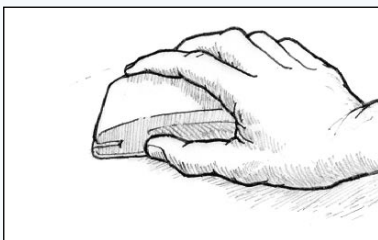

Abbildung 32 Schleifen Sie die Oberfläche glatt.
3. Schleifen Sie jetzt die Oberfläche glatt (Abbildung 32). Falls sich auf der Oberfläche Läufer oder Absackungen gebildet haben, schleifen Sie mit einem 80er Schleifpapier die größten Erhebungen ab. Wiederholen Sie den Schleifvorgang, bis sich die Oberfläche glatt anfühlt und ebenmäßig aussieht. Schleifen Sie dann mit Schleifpapier nach, das die entsprechende Körnung für den gewünschten Anstrich aufweist. Lesen Sie die Anweisungen des Lackherstellers. Beim Farbanstrich muss sich die Farbe mechanisch mit den auf der Epoxidharzoberfläche vorhandenen Schleifkratzern verklammern. Wenn Sie eine hochdichte oder füllende Grundierung auftragen, genügt meistens ein Schliff mit 80er bis 100er Papier. Für Grundierungen und hochfeste Anstriche kann ein 120er bis 180er Papier ausreichen. Ein Abschleifen mit 180er Papier ist oft für hochglänzende Anstriche empfehlenswert. Papier mit einer feineren Körnung ergibt oft keine ausreichenden Verankerungspunkte für eine gute Adhäsion. Dies kann zu vermehrten Absackungen und Läufern führen. Halten Sie sich bei der Vorbehandlung der Oberfläche immer an die Anweisungen des Lackherstellers. Viele Leute bevorzugen den Nassschliff, da bei dieser Methode weniger Staub erzeugt wird, und die oben angeführten Schritte 2 und 3 in einem Arbeitsgang ausgeführt werden.